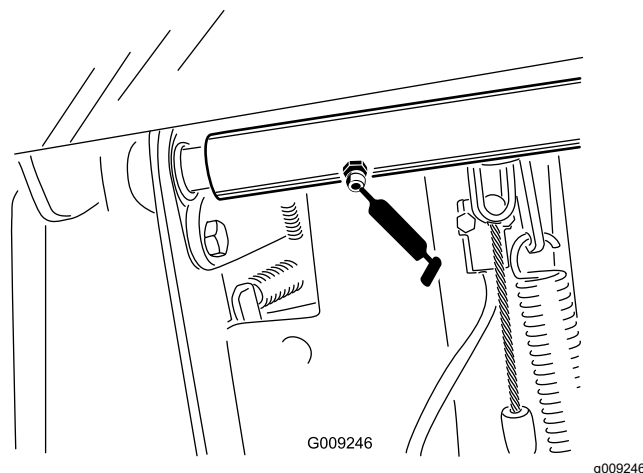

Figure 45
- 2 roulements d'axe de pivot de la pédale de frein (Figure 45)